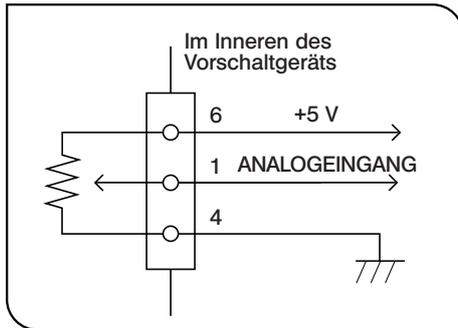

Abb. 7
## 3 Steuerung der Helligkeit mit externer Spannungsregelung (Abb. 7)
1. Den Spannungsregler anschließen, wie in Abb. 7 gezeigt.